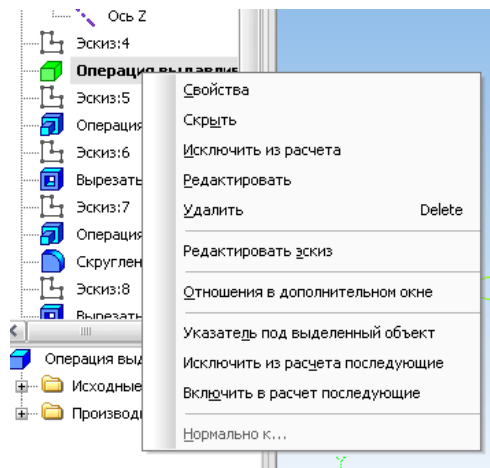

Рис. 12
13. Раскрасьте элементы. Щелкните ПКМ в Дереве построения по элементу и из контекстного меню выберите *Свойства элемента* (Свойства) (рис. 12).